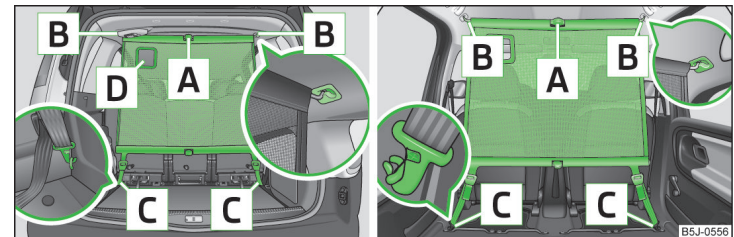

Abb. 65 Netztrennwand hinter den Rück-/Vordersitzen verwenden
- Die Querstange in die Aufnahme **B** » Abb. 65 erst auf der einen Seite setzen und nach vorn drücken. Auf gleiche Weise die Querstange auf der anderen Seite in die Aufnahme **B** setzen.
- Die Gurte auf beiden Seiten lösen und die Karabiner **C** aushängen » Abb. 65. ➤
- Auf die rote Taste des Gelenks **A** » Abb. 65 drücken - das Gelenk löst sich.
Die Öffnung **D** » Abb. 65 in der Netztrennwand dient zur Durchführung des Dreipunkt-Sicherheitsgurts » Seite 13, *Sicherheitsgurt für den hinteren mittleren Sitz*.